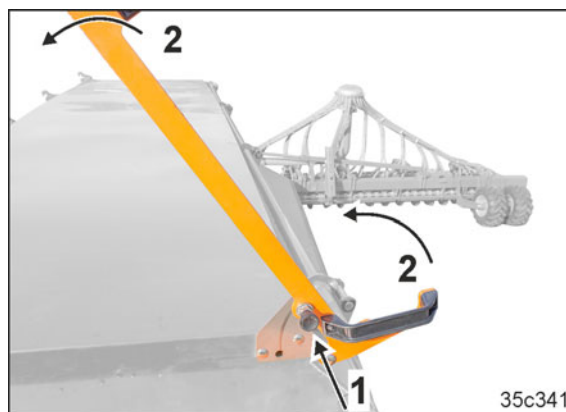

Bild 224
3. Sväng upp spaken. Kontrollera att den fjäderbelastade bulten hakar i (Bild 224/1).
Båda greppen (Bild 224/2) är till för att öppna förrådsbehållarens lock.
2. Stäng förrådsbehållarens lock. Greppen (Bild 224/2) är till för att försluta förrådsbehållarens lock.